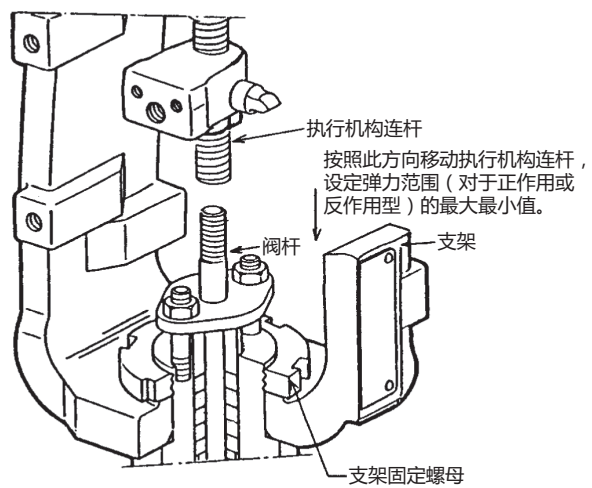

图 5-1
原则上,膜片型调节阀无需调整。但是,在解体检修等操作以后,将执行机构组装到阀体上时必须调整行程。关于调整的详细说明,请参阅图 4-3、图 5-1 然后执行以下步骤。
- (4) 根据铭牌上标注的弹簧范围,将最大气压加入到执行机构中。
- (5) 将气压增加到供给压力,然后查看执行机构连杆是否相应移动 1-2mm。(该移动距离表示行程的容许量。)
- (6) 先减少一次气压。然后再朝着增大方向将气压增大到弹簧范围中的最大值。
- (7) 在上述状态下,使执行机构连杆与阀杆处在一条直线上,将阀杆接头的螺纹与执行机构连杆的螺纹及阀杆的螺纹相咬合然后牢牢拧紧阀杆接头的固定螺栓。(参见图 5-1。)
- (4) 根据铭牌上标注的弹簧范围,将最小气压加入到执行机构中,然后检查执行机构连杆是否相应地移动 1-2mm。
- (5) 先增大一次气压。然后再朝着减小方向将气压减小到弹簧范围中的最小值。
- (6) 执行与“对于正作用型”中项目(7)中相同的操作。(参见图 5-1。)